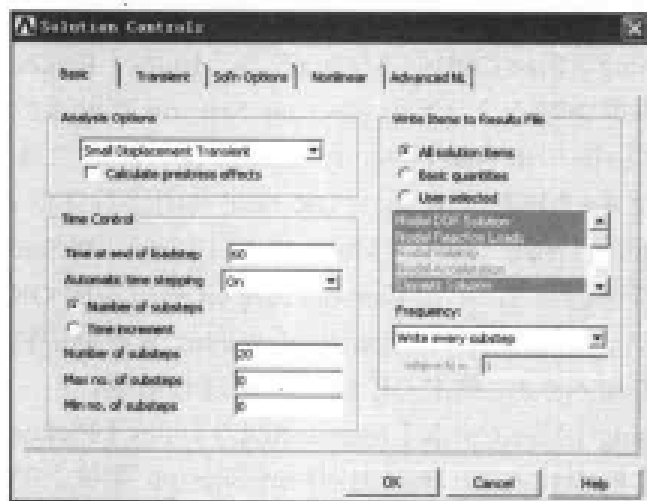
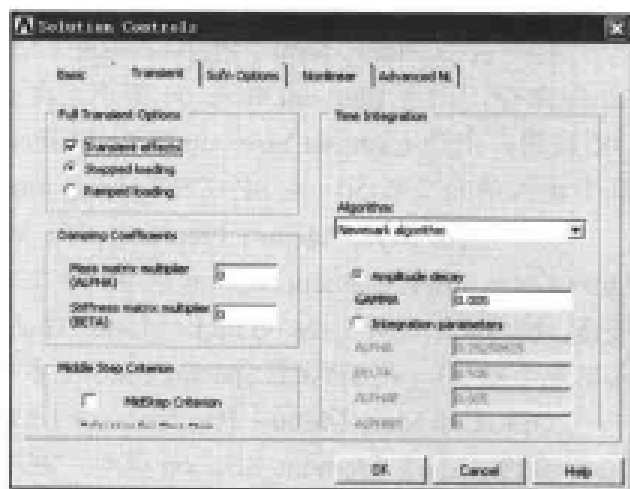

图 10-32 求解基本选项设置对话框
图 10-33 求解瞬态选项设置对话框
(1) 选择 Main Menu | Solution | Analysis Type | New Analysis 命令, 出现 New Analysis 对话框, 选择分析类型为 Transient。单击 OK 按钮, 出现 Transient Analysis 对话框, 在 Solution method 选项组中选中 Full 单选按钮, 单击 OK 按钮关闭该对话框。
(2) 选择 Main Menu | Solution | Analysis Type | Sol'n Controls 命令, 出现 Solution Controls 对话框, 选择 Basic 选项卡, 参照图 10-32 对其进行设置; 选择 Transient 选项卡, 参照图 10-33 对其进行设置, 单击 OK 按钮关闭该对话框。